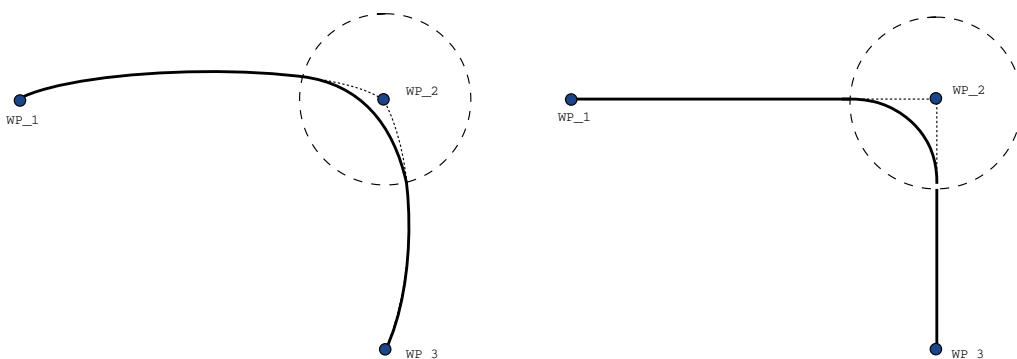

Figura 15.6: Movimento e transizione nel rapporto fra spazio dei giunti ( $M_{uoviJ}$ ) e cartesiano ( $M_{uoviL}$ ).
- **Transizioni che comprendono MuoviJ** Le transizioni MuoviJ causano una curva uniforme nello spazio del giunto. Ciò vale per le transizioni da MuoviJ a MuoviJ, da MuoviJ a MuoviL e da MuoviL a MuoviJ. La transizione produce una traiettoria più uniforme e veloce rispetto ai movimenti senza transizione (consultare la Figura 15.6). Se la velocità e l'accelerazione vengono utilizzati per specificare il profilo della velocità, la transizione rimane all'interno del raggio di transizione durante la transizione. Se si utilizza la *durata* invece della *velocità* e dell'*accelerazione* per la specifica del profilo della velocità di entrambi i movimenti, la traiettoria di transizione segue la traiettoria di MuoviJ originale. Se entrambi i movimenti sono limitati nel tempo, l'uso delle transizioni non permette di risparmiare tempo.